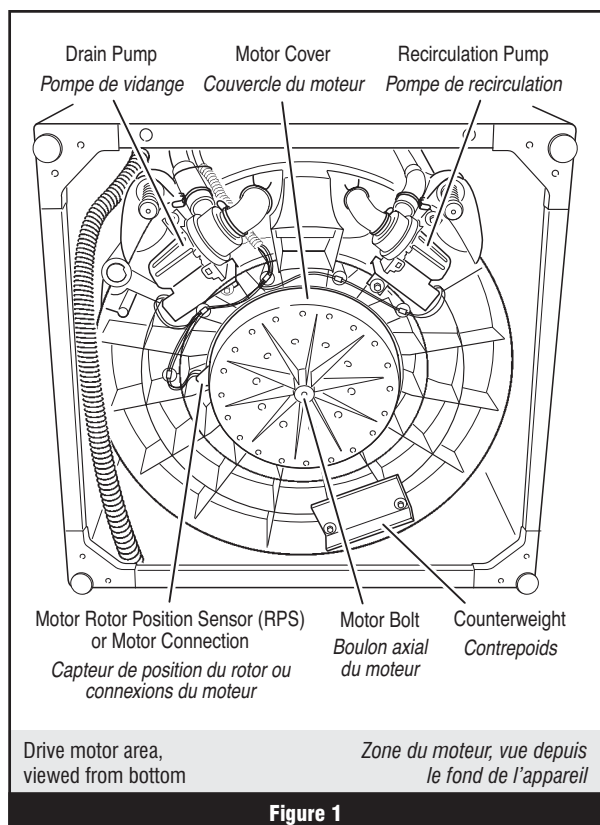

Figure 1
- 5.** Incliner la laveuse vers l'avant pour accéder au fond de la machine et aux pompes. Voir figure 1, page 14.